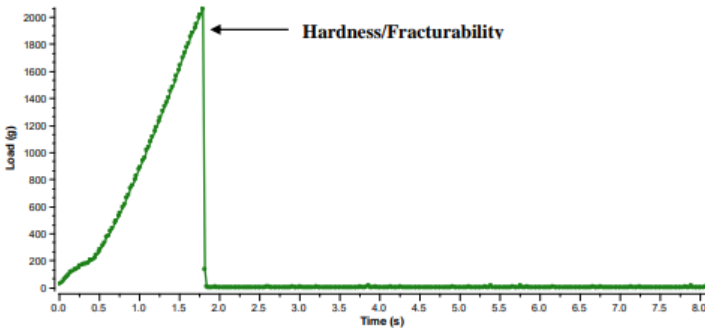

Figura 1
- Figura 1: El gráfico de Carga vs. Tiempo muestra la fuerza máxima (dureza) y la fuerza requerida para la primera fractura (fracturabilidad).